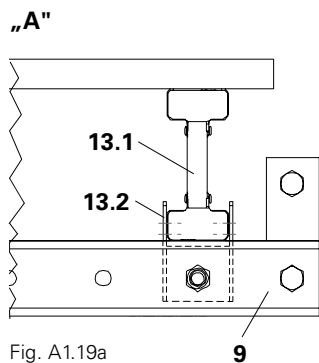

Fig. A1.19a
1. Unire le travi impalcato (13.1) ai traversi (9) con il dispositivo di fissaggio travi M20 (13.2) e viti Torx 6 x 40 (2 pz. per lato del fissaggio). (Fig. A1.19a + A1.19b)